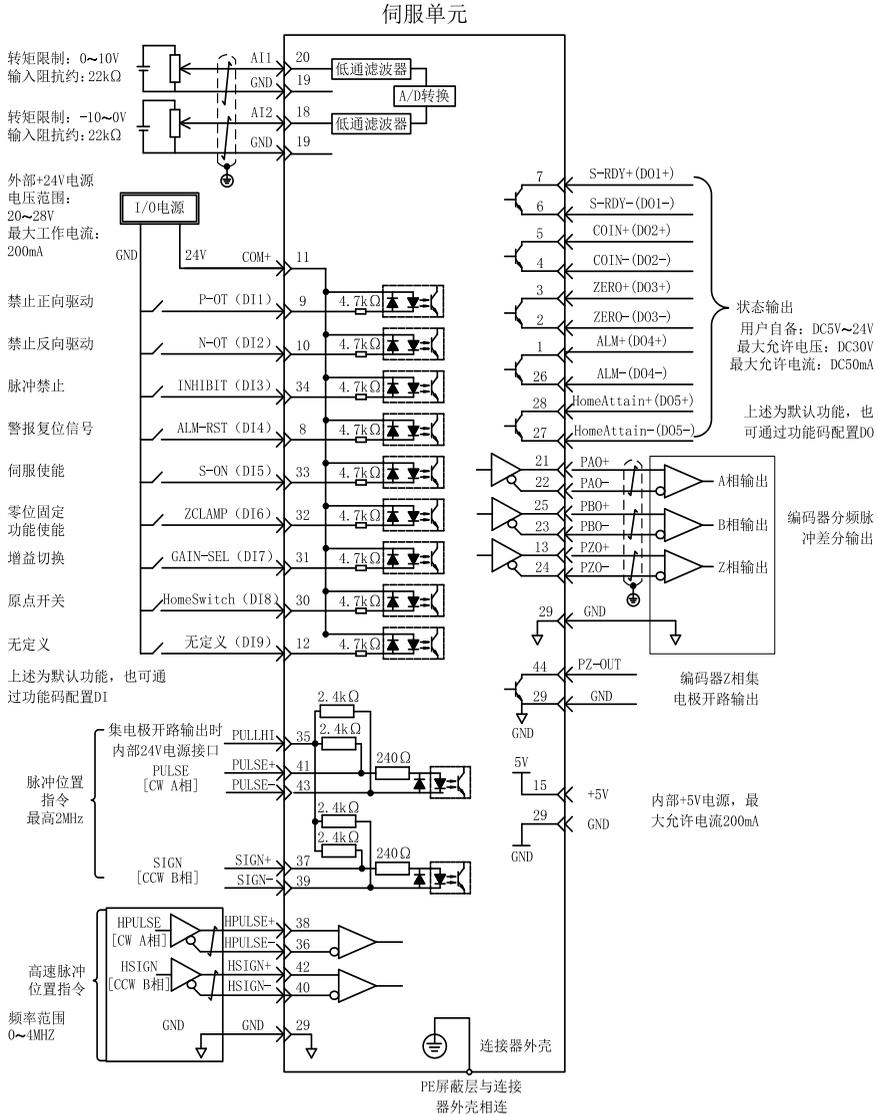

图 4-2 位置模式配线图
3. 参考图 4-2 配线说明连接 CN2 端子中的脉冲方向输入和脉冲指令输入以及必要的 DI/DO 信号，如何伺服使能，定位完成信号等。